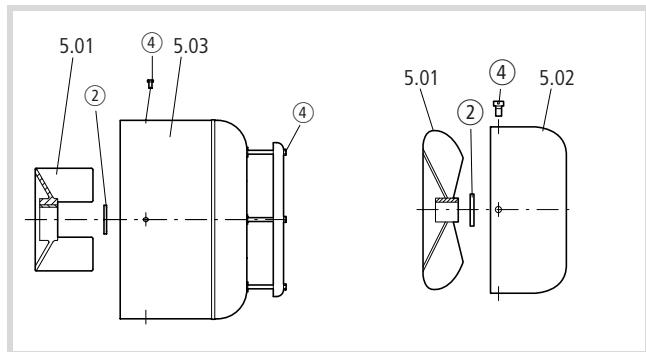

Figure 3 : Retrait des vis du capot et du circlip
- Retirez les vis de fixation (4) du capot du ventilateur (5.02-03) et démontez ce dernier (→ fig. 3).
- Retirez le circlip (2) situé devant le ventilateur (5.01) .